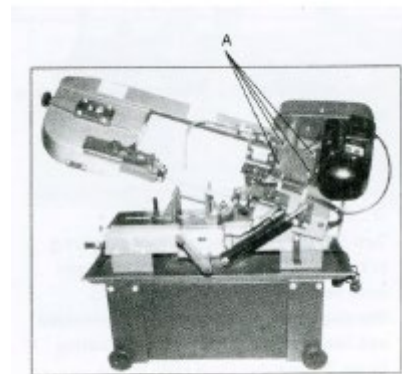

Fig.17
2. Løsn skruerne (A – fig. 17) på gearkassen og fjern dækplade og pakning.